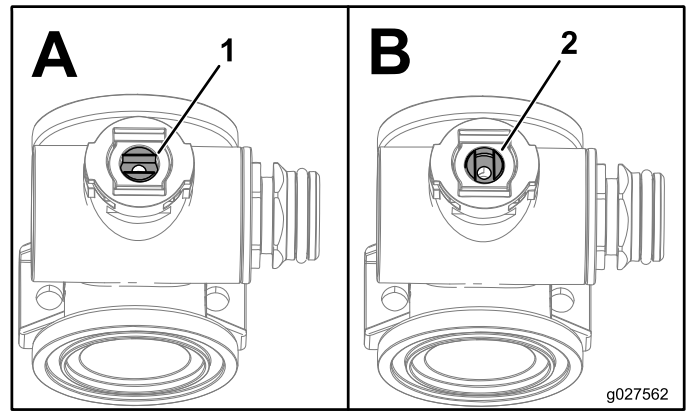

Figura 109
7. Ruotate il gruppo dello stelo della valvola in modo che la valvola sia chiusa (B di Figura 109).